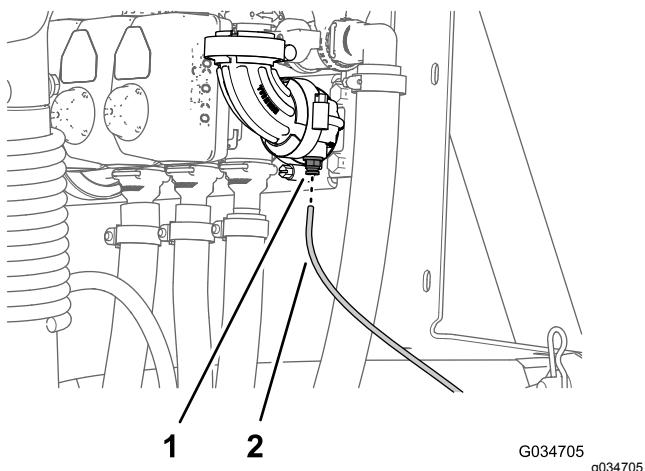

図 11
1. 右側ブーム用バルブの90°エルボにあるチューブカップラ用のカラーを押し込む図11。
2. チューブカップラから、ダッシュボード用水圧計の水圧検知チューブを抜き出す図11。